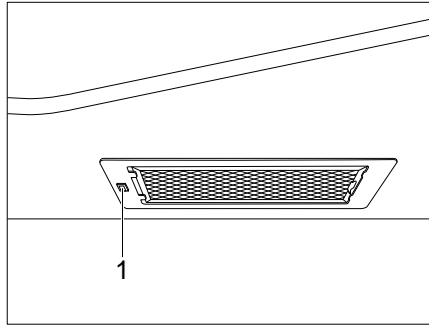

Bild 315 Dunstabzug
- Den Dunstabzug mit dem Schalter (Bild 315,1) ein- und ausschalten.